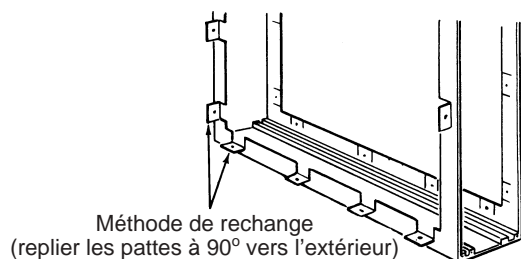

Figure 14
**REMARQUE :** Une autre façon de fixer le conduit au boîtier consiste à modifier le boîtier (figure 14) en pliant les pattes à 90° vers l'extérieur pour ensuite fixer le conduit à ces pattes.